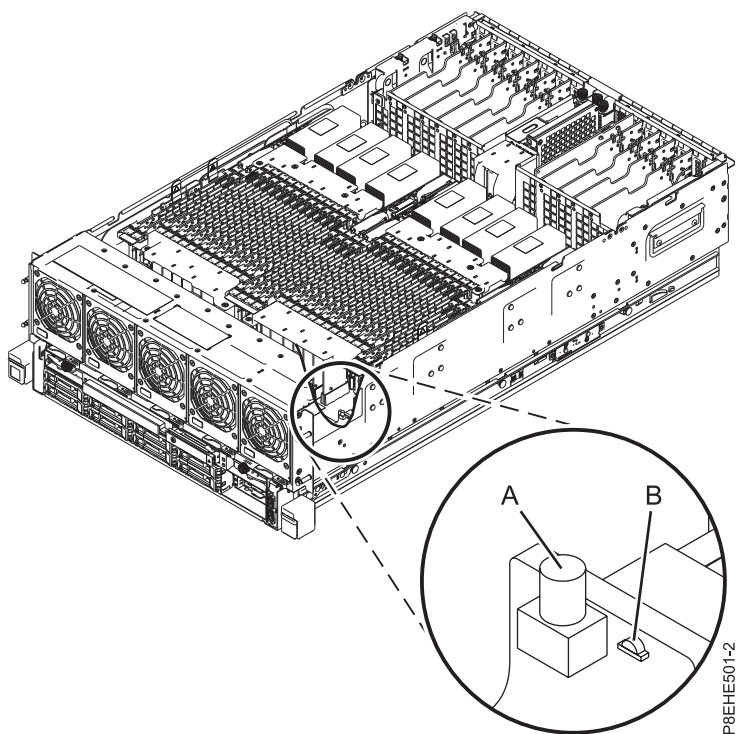

Figura 8. Activar o LED de identificação
2. Prima o botão de apertar **(A)** no painel posterior do sistema, conforme demonstrado em Figura 8 na página 14, para activar o LED de identificação. Verifique se o LED **(B)** está aceso, o que indica que existe alimentação suficiente para o LED de identificação. Se o **(B)** não estiver aceso, utilize o código de localização para localizar a localização física através do rótulo de assistência.